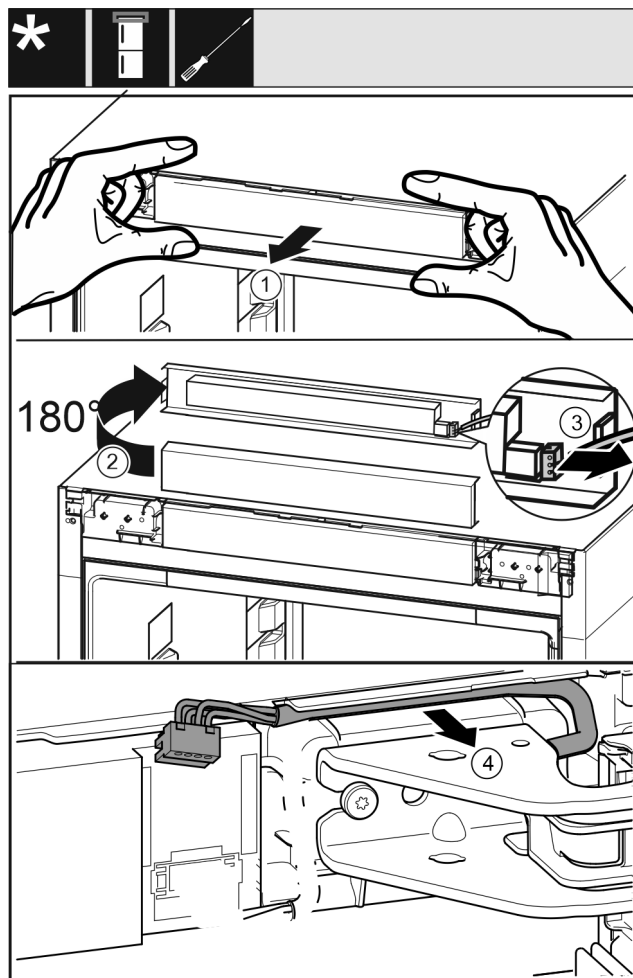

Fig. 13
- Okvir upravljalne plošče Fig. 13 (1) previdno ločite v smeri naprej.
- Okvir upravljalne plošče Fig. 13 (2) obrnite navzgor za 180°.
- Zaskočni nastavek Fig. 13 (3) potisnite nazaj in previdno izvlecite vtič.
- Kabel Fig. 13 (4) prek ležajnega podstavka previdno ločite od vodila.